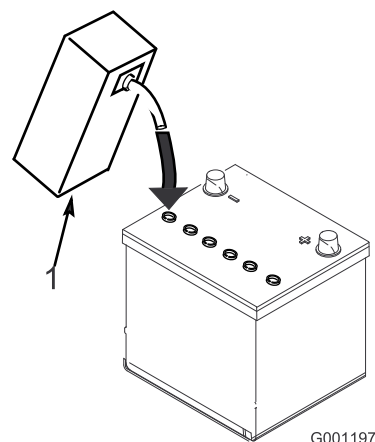

図 4
3. 各セルに慎重に電解液を満たす。電極板が 6 mm 程度水没するぐらいが適当 (図 4)。
4. 電極板が液を吸収するまで 20～30 分程度待つ。必要に応じて、電極板が 6 mm 程度水没するぐらいに電解液を補充する (図 4)。